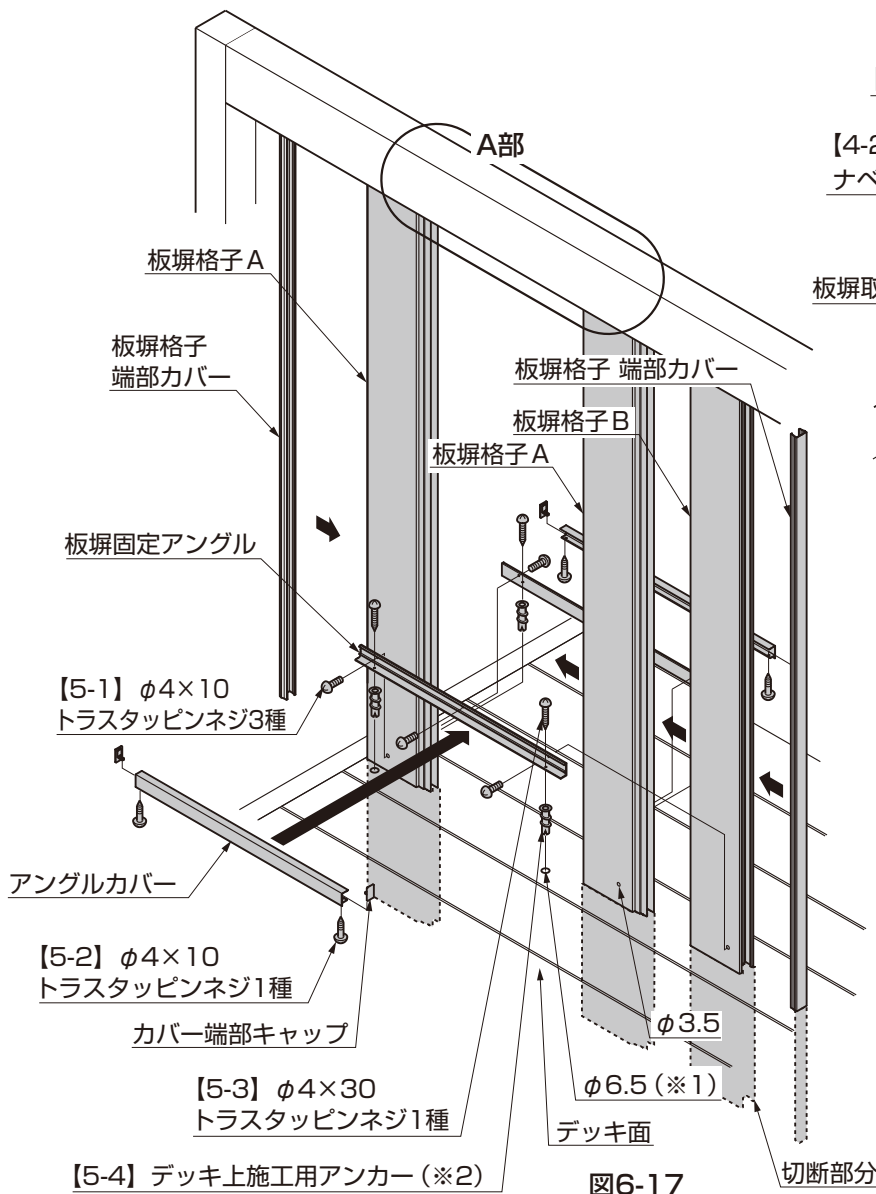
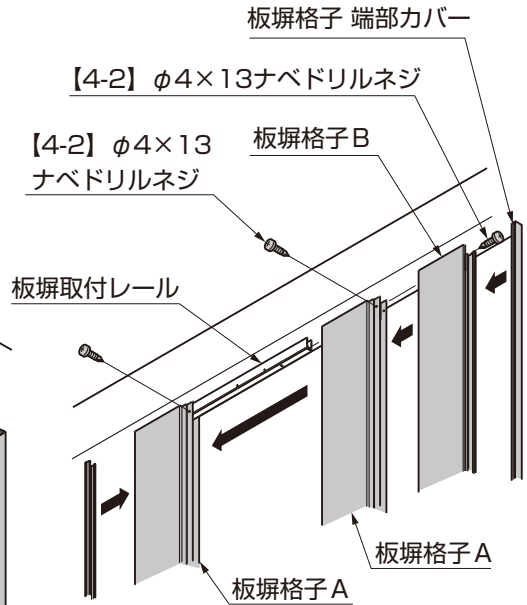
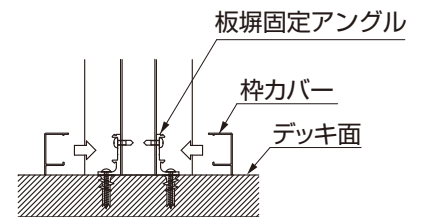

図6-17
図6-18 A部詳細図
図6-19 断面図
- 板塀用笠木には取付方向があります。(図6-17参照)
- ②板塀格子A・板塀格子Bを板塀用 笠木に【1-1】で取付けてください。
- ③板塀用 笠木端部キャップを板塀用 笠木に【6-1】で取付けてください。
- ④板塀格子 端部カバーを板塀格子Bにはめ込んでください。
- ⑤板塀格子A・板塀格子BをG.L.以下に【1-1】で仮固定してください。
- ⑥φ10の穴を板塀格子A・板塀格子Bに明け、アンカー棒を差し込んでください。(図6-18、図6-19参照)
- ⑦お手順で組付けた板塀格子を、柱に取付けた板塀格子 端部カバーにはめ込んでください。